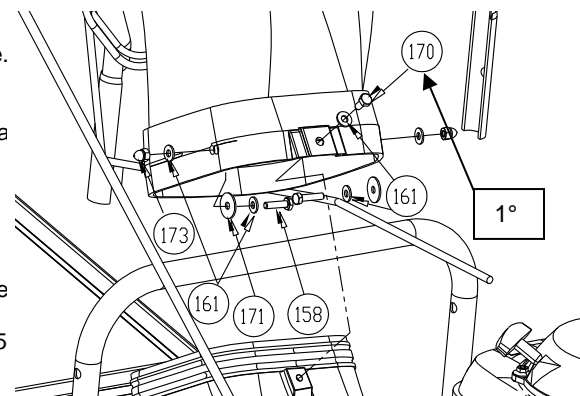

Fig. 2
2. Installare prima il bullone centrale (elemento 170), se allineato con un dado sull'alloggiamento. (v. Fig. 2).
3. Fissare il resto del gruppo calotta all'alloggiamento, utilizzando la bulloneria corrispondente. **NOTA:** il bullone/la rondella vanno inseriti dall'interno, attraverso la calotta. (v. Fig. 2).